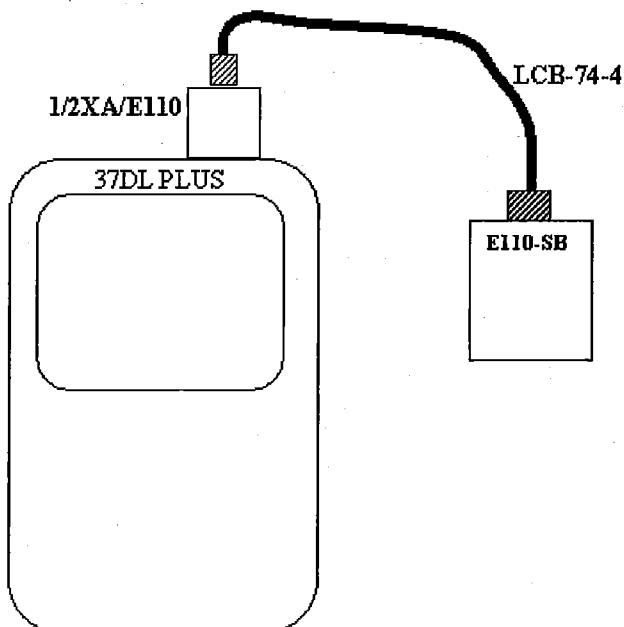

図6 センサーとフィルタアダプタの接続
2. センサーとフィルタアダプタを、図6のように接続します。